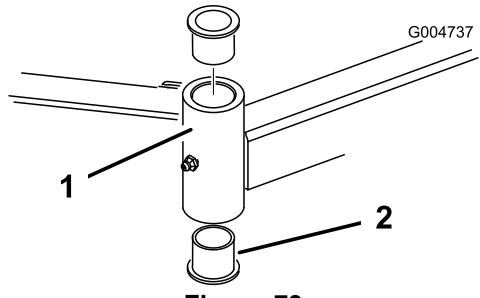

Figura 79
4. Inserite un punteruolo nella parte superiore o inferiore del tubo di fissaggio, e spingete la boccola fuori del tubo (Figura 79).